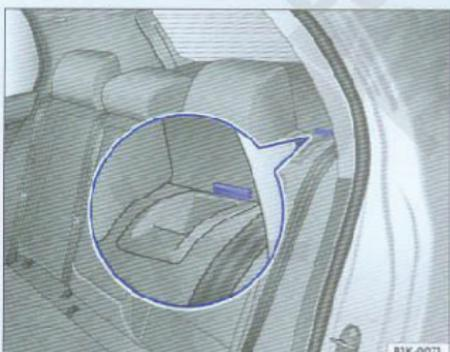

图56 后排座椅靠背分离标记
- 后翻靠背，并后推靠背，使其锁定，此时应看不见红色标记 ⇒ 图56；